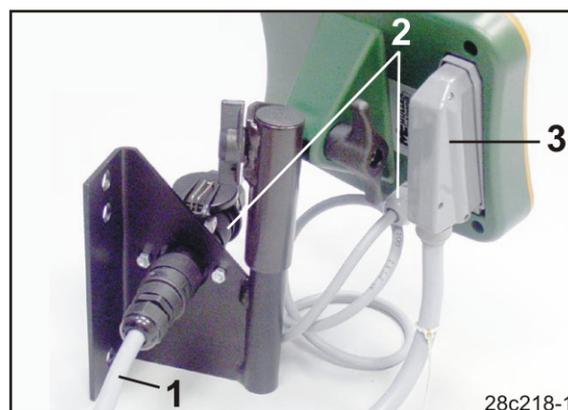

Fig. 69
2. Das Stromkabel (Fig. 69/1) in die Konsole und in die 12V-Schleppersteckdose einstecken.
3. Die Konsole und das Terminal mit dem Stromkabel (Fig. 69/2) verbinden.
4. Das Kabel mit dem Maschinenstecker (Fig. 69/3) in die Schlepperkabine führen und den Maschinenstecker im Terminal einstecken.